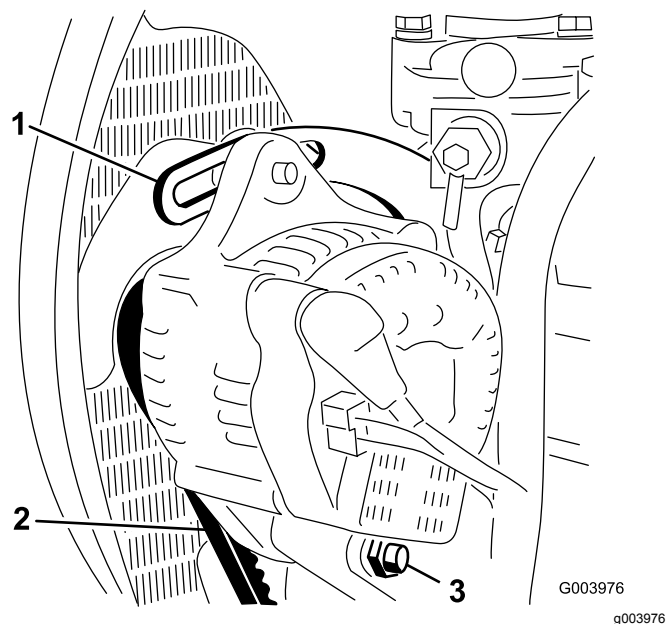

図 63
2. オルタネータ側プーリとクランクシャフト側プーリ間の中央部でオルタネータベルト 図 63 を指で 10kg 程度の力で押してベルトの張りを点検する。
3. ブレースをエンジンに固定しているボルト 図 63 と、オルタネータをブレースとピボットボルトに固定しているボルトをゆるめる。